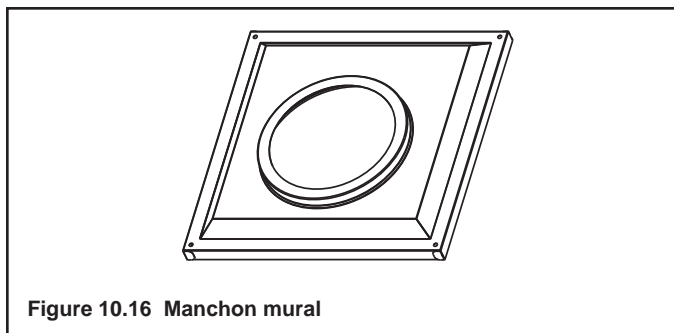

Figure 10.16 Manchon mural
- Une fois le tronçon de tuyau et le capuchon de débouché raccordés, glissez la gaine murale en haut vers la surface murale intérieure et attachez-la avec les vis fournies. Voir la Figure 10.16.